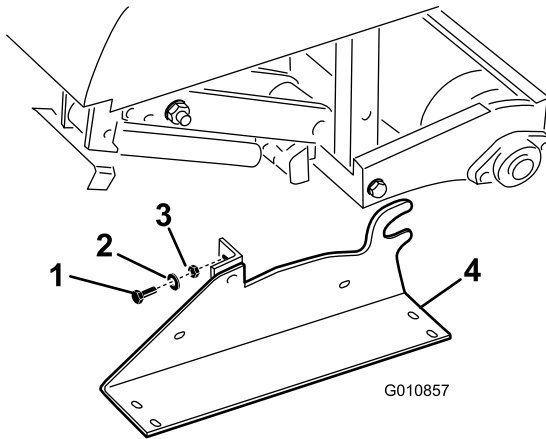

図 31
2. 保管用スタンドとエアレータとを接続しているボルトとロックワッシャとナットを取り外す 図 31。